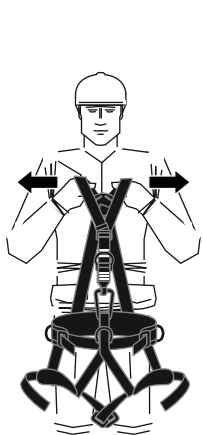

рис. 3
3. Взять привязь за наплечные лямки и развести их в стороны (**рис. 3**), набедренные лямки должны быть растегнуты.